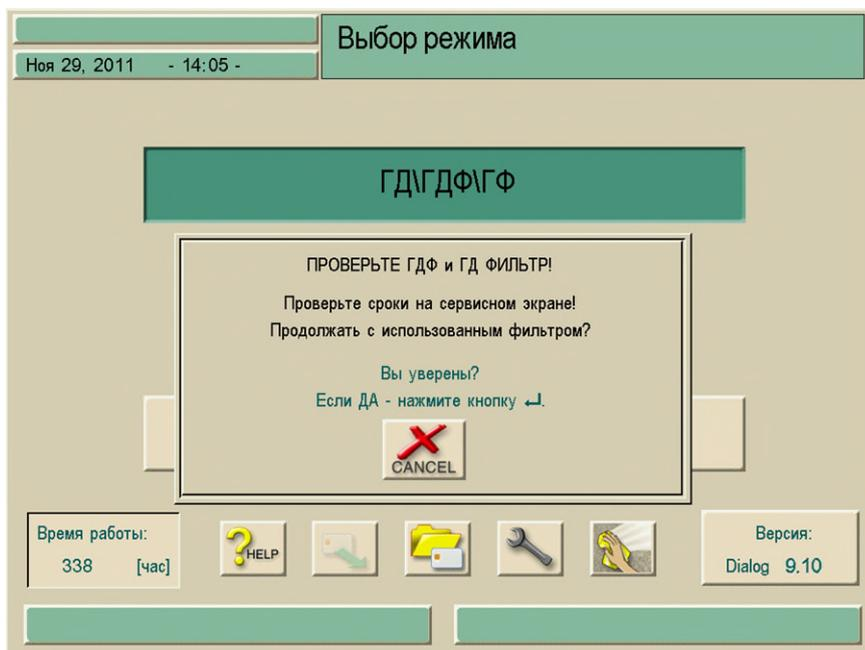

Рис. 10-28 Окно предупреждения о «замене фильтра»
- Медленно возьмите пробу из порта для проб диализного раствора, используя небольшой шприц, например 2 мл (см. рис. 10-28).